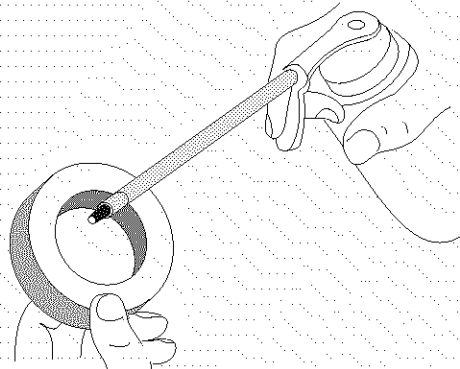

Fig. 26
4. Aplique suficiente aceite nuevo SAE 30 para recubrir el filtro ligeramente (Fig. 26).